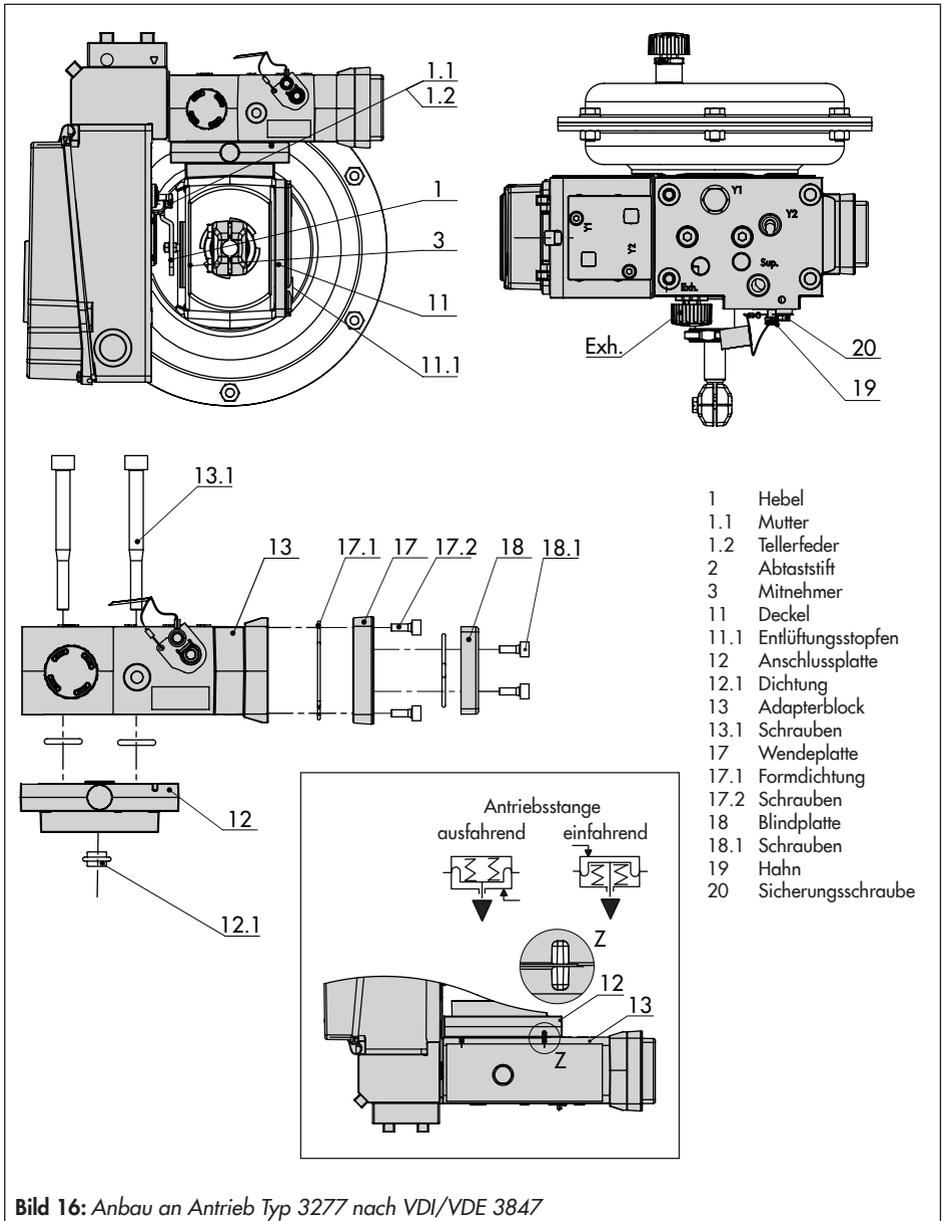

Bild 16: Anbau an Antrieb Typ 3277 nach VDI/VDE 3847
Der Stellungsregler wird wie in Bild 16 dargestellt am Joch montiert. Der Stelldruck wird über die Anschlussplatte (12) auf den Antrieb geführt, bei Sicherheitsstellung „Antriebsstange ausfahrend“ intern über eine Bohrung im Ventiljoch und bei „Antriebsstange einfahrend“ durch eine externe Rohrverbindung.